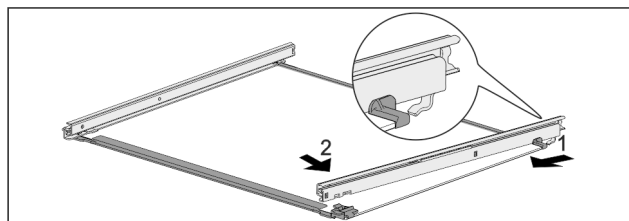

Fig. 123 Glasplade med skinner
- ▶ Fastgør skinnen bagtil. Fig. 123 (1)
- ▶ Lad skinnen gå i indgreb foran. Fig. 123 (2)